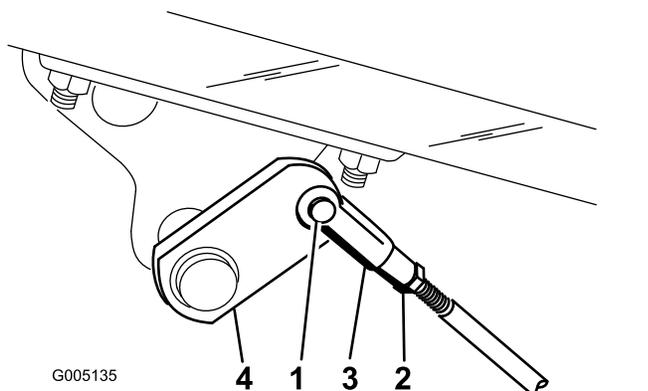

图45
A. 取下开口销和柱销断开刹车杆图45。
- B. 松开锁紧螺母并相应调节U形销图45。
- C. 将U形销装回刹车轴图45。